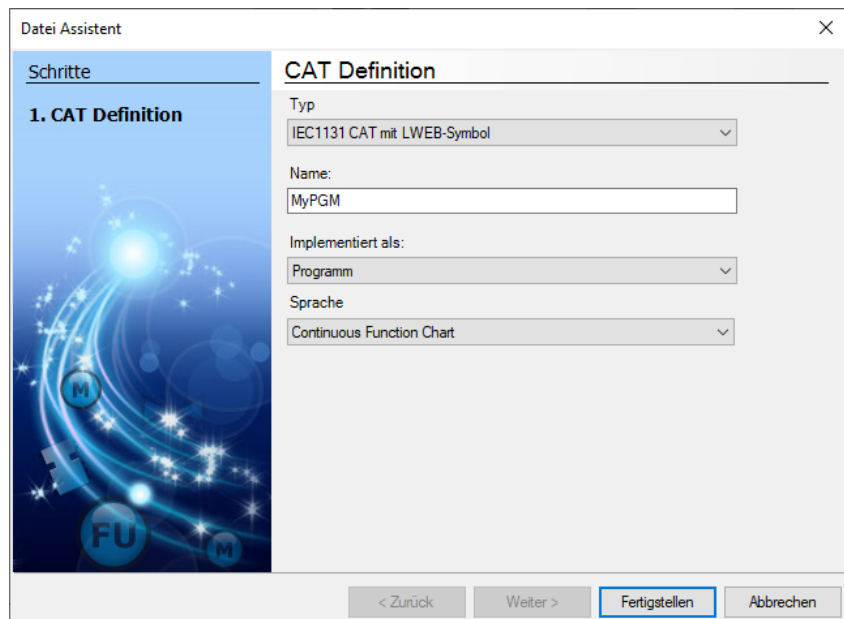

Abbildung 42: Erstellen eines 61131 Program CAT.
4. Erstellen Sie ein 61131-Programm CAT: Wählen Sie in der „KickStart“-Projektmappe **CAT → Application** aus. Klicken Sie dann mit der rechten Maustaste und wählen Sie **Neues Objekt**. Wählen Sie **IEC61131 CAT** aus, geben Sie einen **Namen** ein und wählen Sie **Programm** als Implementierung und **Continuous Function Chart** aus. Klicken Sie dann auf **Fertigstellen**, wie in Abbildung 42 gezeigt.